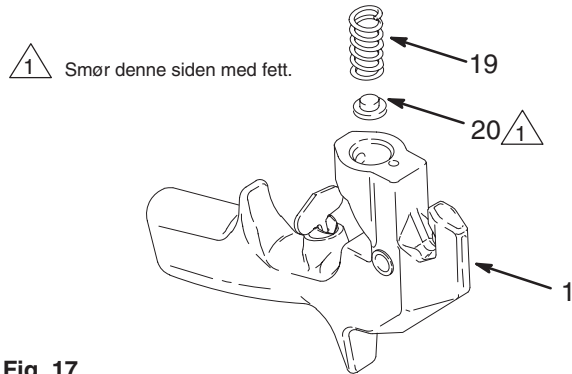

Fig. 17 03979
5. Hvis fjæren (19) ble demontert, smør fjærjusteringen (20) med fett og sett på plass fjæren. Slipp enheten ned i pistolhuset (1). Se Fig. 17.